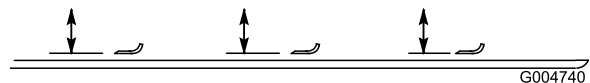

Bild 99
2. Drehen Sie die Schnittmesser, bis die Enden nach vorne und hinten zeigen (Bild 99). Messen Sie von der Innenseite des Mähwerks bis zur Schnittkante an der Vorderseite des Messers. Notieren Sie diesen Wert.